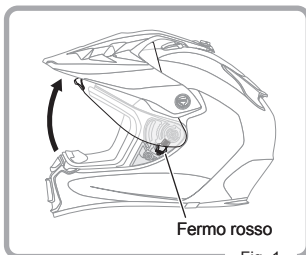

Fig. 1
1. Aprire completamente la visiera (Fig. 1)